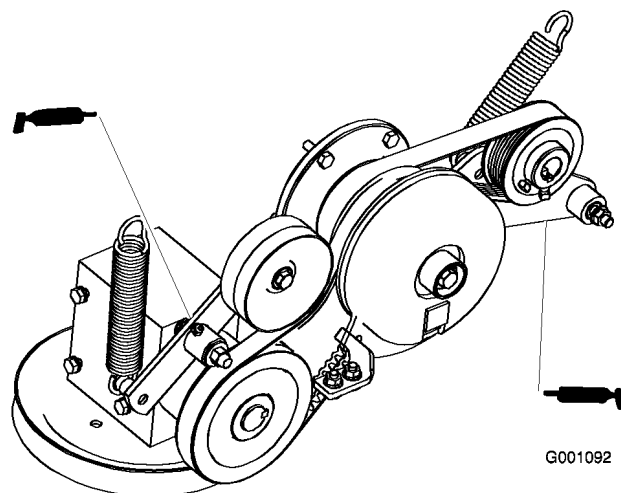

Figura 32
7. Ingrassate il braccio di rinvio della cinghia di trasmissione della PDF (Figura 32).
8. Ingrassate il braccio di rinvio della cinghia della pompa (Figura 32).